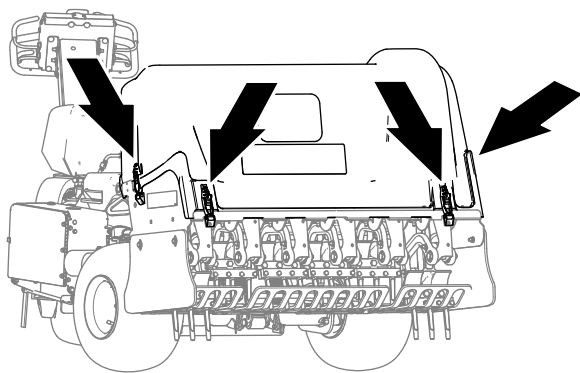
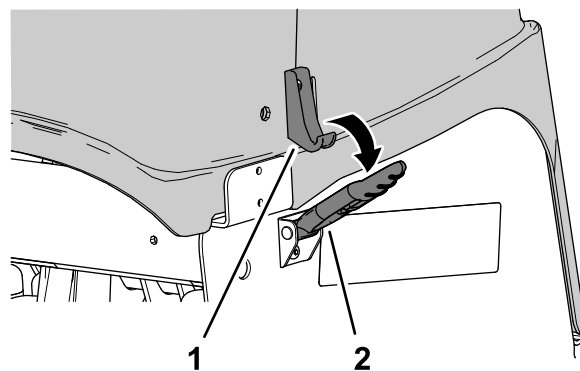

**Figura 137**
**Figura 139**
4. Sganciate la copertura della testa di carotaggio agendo sui 4 fermi (Figura 137 e Figura 139).